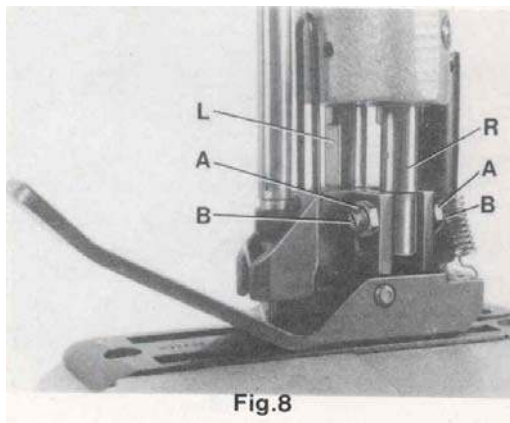

Fig.8
Remove the needle and rotate the pulley until the feed dog is below the throat plate. Depress the presser foot lifter lever and insert the presser foot in the two presser bars (L and R, Fig. 8). The right presser bar (R) should only engage with its pivot in the groove of the presser foot shank.
Loosen the two lock nuts (A, Fig. 8) and align with the two set screws (B), the needle slot in the presser foot with the needle slot in the throat plate. Secure this setting with the two lock nuts (A). Note: The two set screws (A) should just contact the pivot of the right presser bar (R) but not be tightened. Now tighten the two set screws left in the presser foot shank on the left presser bar. Insert the needle.
Remueva la aguja y gire el volante hasta que el alimentador se encuentre debajo de la placa de la aguja. Apriete la palanca levantadora del pie e inserte el pie en las barras (L y R, Fig. 8). La barra derecha (R) debería entrar solamente con el pivote en la apertura del pie.
Afloje las dos tuercas (A, Fig. 8) y alinee con los dos tornillos (B) la ranura para la aguja en el pie con la ranura para la aguja en la placa de la aguja. Asegure este ajuste con los dos tornillos (A). Nota: Los dos tornillos (A) deberían tocar solamente el pivote de la barra de presión derecha (R) pero no apretarla. Ahora apriete los dos tornillos al lado izquierdo del tronco del pie de la barra de presión izquierda. Inserte la aguja otra vez.